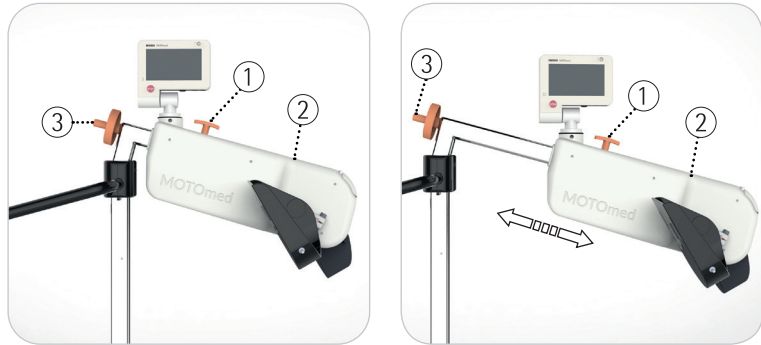

Fig. 4.22, 4.23
veja Fig. 4.22, 4.23 Solte o manipulador de travamento ①. Ao girar a roda de ajuste ③, a unidade de treinamento ② é colocada na posição desejada. Observe que as articulações do joelho do utilizador devem sempre estar levemente dobradas durante o treinamento (com a maior distância entre o pedal e o utilizador). Trave o manipulador de travamento novamente.